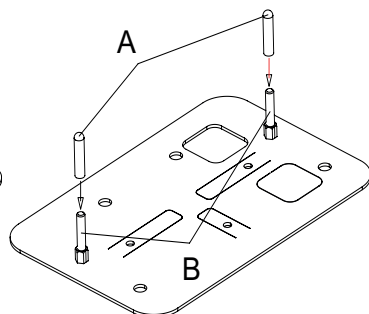

Fig. 4B
- 2) Inserire i tappi di gomma (rif. A) sulle viti M8x50 (rif. B) appena inserite nella piastra (Fig. 4B). Tali tappi sono indispensabili e servono ad evitare che il cemento faccia presa sulle viti impendendo di essere svitare in futuro.